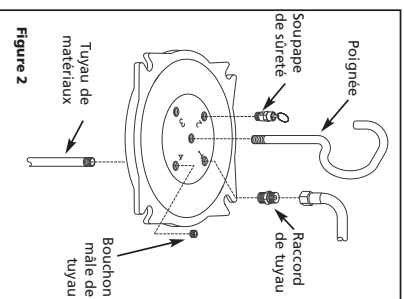

Figure 2
2. Monter la soupape de sûreté à l'orifice #4 du couvercle de réservoir (Voir Figure 2).
5. Installer le raccord de tuyau flexible dans l'orifice #1 du couvercle de réservoir du haut (Voir Figure 2).